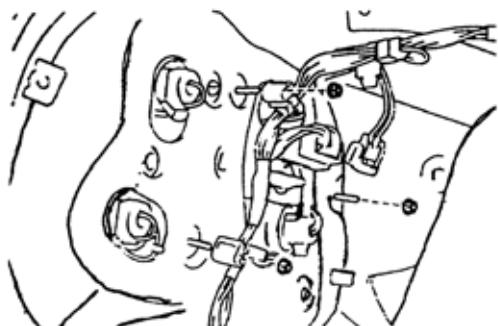

图 9-54
(1)拆下 3 个螺母, 拆下后组灯连接器, 如图 9-54 所示。